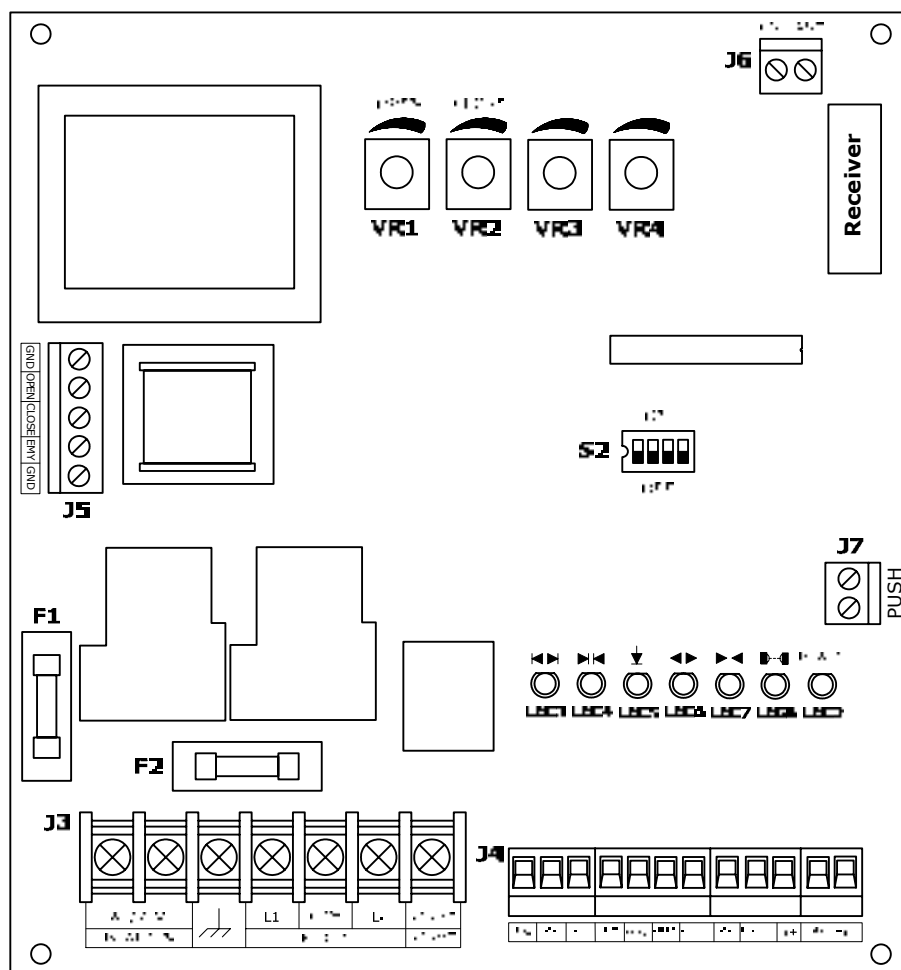

Рис. 6. Электронный модуль блока управления DGT-C06
Электронный модуль блока управления DGT-C06 (Рис. 6) осуществляет управление работой всех подключенных к нему электрических компонентов.
- Ослабьте гайку. Соблюдая определенное ранее направление, вращайте отверткой винт, помеченный меткой, пока желтый кулачек не повернется до срабатывания выключателя (толкатель выключателя нажат). На модуле блока управления светодиод LED4 гаснет (Рис. 6). Зажмите гайку.
- Ослабьте гайку. Соблюдая направление, вращайте отверткой винт, не помеченный меткой, пока зеленый кулачек не повернется до срабатывания выключателя (толкатель выключателя нажат). На модуле блока управления светодиод LED3 гаснет (Рис. 6). Зажмите гайку.
Настройка параметров работы привода осуществляется с помощью DIP-переключателя S2 (Рис. 6) и потенциометров VR1...VR4 модуля блока управления.
Для записи пульта нажмите кнопку LEARN радиоприемника Receiver (Рис. 6) модуля блока управления, индикатор LEARN радиоприемника загорится. Затем пока горит индикатор LEARN (~5сек) нажмите выбранную для управления приводом кнопку пульта, индикатор LEARN моргнет несколько раз и погаснет, что означает запись кода пульта в память радиоприемника модуля блока управления.